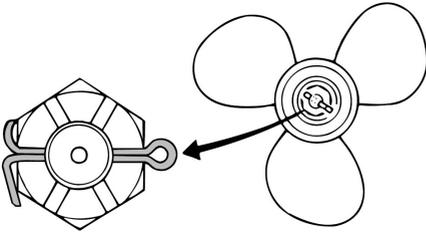

Рис. 60 Шплинт фиксации гайки
1. Используя пассатижи или аналогичный инструмент выпрямите концы шплинта и вытяните шплинт из вала гребного винта (Рис. 60).